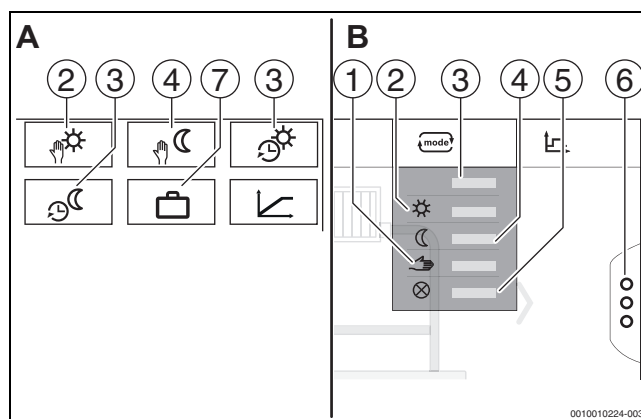
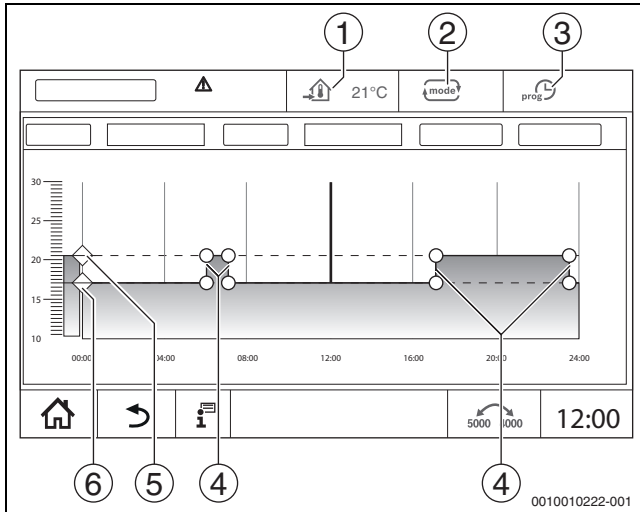

Fig. 37 Vedere regimuri de funcționare
Fig. 38 Modificarea Regim automat în regres în programul temporizat
Pentru regimurile de funcționare (→ Fig. 38, [2], pagina 57) și funcțiile extinse (→ Fig. 37, [6], pagina 37), pot fi setate temperaturi și criterii de comutare proprii. Setările pot fi efectuate separat pentru fiecare circuit de încălzire și fiecare regim de funcționare.
- **Regim de încălzire manual** (→ fig 37, [2])
- **Regim redus manual** (→ fig 37, [4])
- **Concediu** (→ fig 37, [7])
- ▶ Modificați temperaturile prin mutarea punctelor (→ fig. 38, [5], [6]).